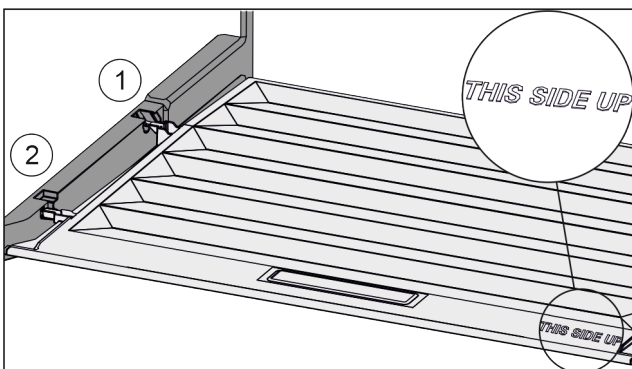

Fig. 103
- ▶ Вставить поперечные ребра крышки через отверстие заднего держателя Fig. 103 (1) и защелкнуть спереди в держателе Fig. 103 (2).